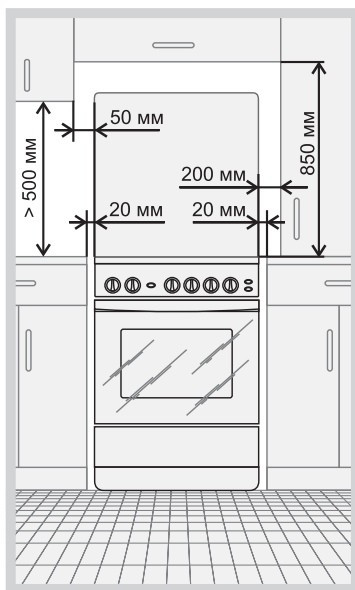

Рис. 16
- Плита предназначена для установки на полу. Установка плиты на подставку не допускается. Расстояния, которые необходимо выдержать при установке плиты, показаны на рис.16. Задняя стенка плиты должна отстоять от поверхности стены не менее чем на 50 мм.